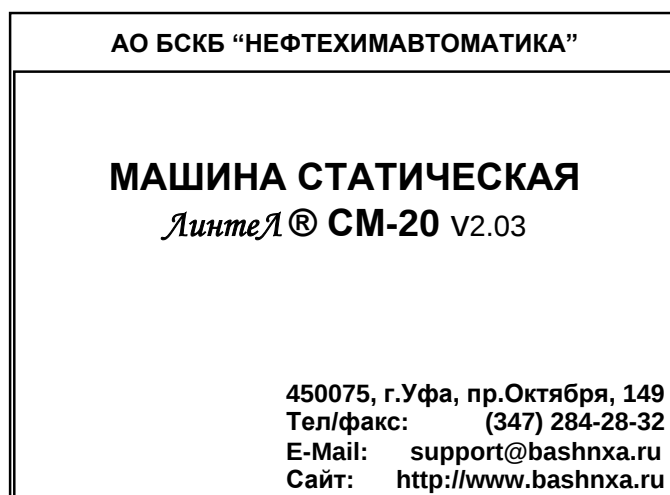

Рисунок 4 – Окно загрузки
3.3.1 Включить машину тумблером «Сеть» на нижней стенке блока управления – на дисплее отобразится окно загрузки (см. рисунок 4, страница 7).